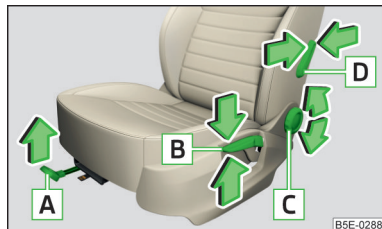

Fig. 64
Elementos de mando en el asiento » fig. 64
- Tire de la palanca **A** » fig. 64 en la dirección de la flecha y deslice el asiento en la dirección deseada.
- Tire de nuevo de la palanca **B** » fig. 64 en el sentido de una de las flechas y presione.
- Gire el volante manual **C** » fig. 64 en el sentido de una de las flechas.
- Presione la palanca **D** » fig. 64 en el sentido de una de las flechas.